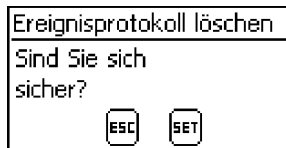

Abb. 10: Dialog Ereignisprotokoll löschen
1. „SET“ drücken. Abb. 10 erscheint.